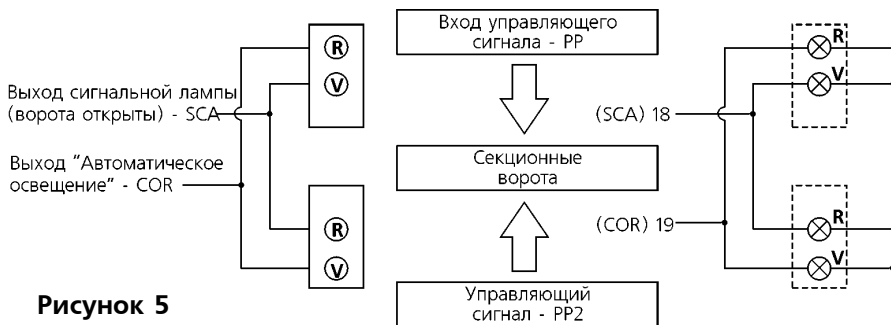

Рисунок 5
вход "Open"(Открыть) становится "Step-by-Step 2"(Шаг за шагом 2), тогда как оба выхода "Автоматическое освещение" (COR) и "Сигнальная лампа открытых ворот" (SCA) становятся зеленым световым сигналом для одного направления и зеленым световым сигналом для другого направления, как показано на Рис. 5. Для каждого направления движения выдаются различные управляющие сигналы на открытие: "Step-by-Step" (PP) - для въезда и "Step-by-Step 2" (PP2) - для выезда. Вследствие этого система укомплектовывается оборудованием из двух сигнальных огней, Красного и Зеленого цвета, которые подключаются к выходам SCA и COR.